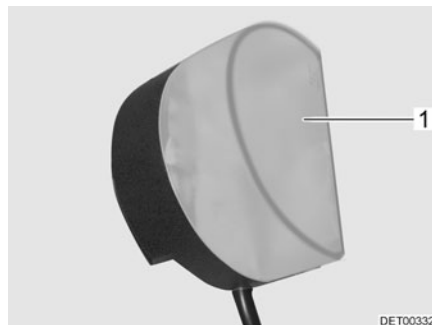

Fig. 237 Lámpara del armario ropero
- Comprimir ligeramente la cubierta de la luz (Fig. 237,1) y retirarla.